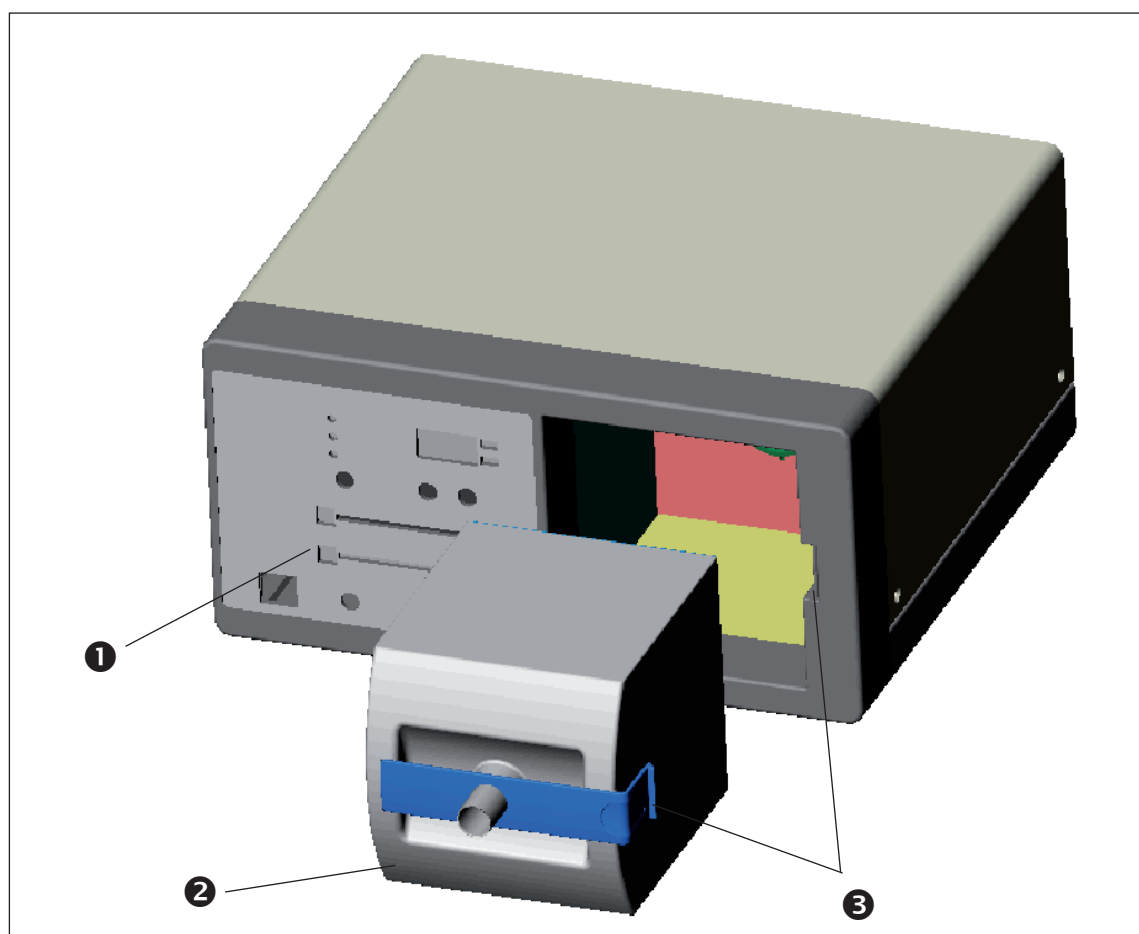

Fig. 1. **ATMOSAFE** vista complessiva
- Dopo avere connesso l'unità, è possibile inserire il filtro principale (❷, Fig. 1) nell'apposito alloggiamento. Controllare che l'inserimento del filtro avvenga correttamente.